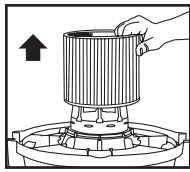

FIGURE 12
18. Glissez la cartouche filtrante à l'extérieur du support de couvercle. **FIGURE 12.**